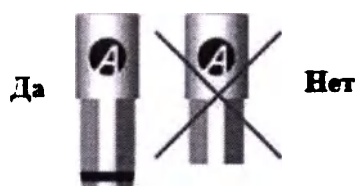

Рисунок 2 – Допустимый уровень корректировки аналога имплантата для печатных моделей.
3. Установите аналоги имплантата в корпус модели. Изделия фиксируются благодаря естественному трению, без использования клея. Аналоги отмечены черной линией, обозначающей предел, до которого их можно сократить, если они слишком длинные (см. рисунок 2).